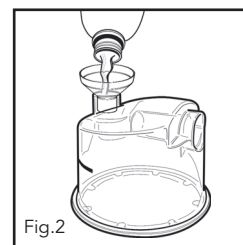

Fig.2
5. Remplir la chambre d'humidification jusqu'au trait noir avec de l'eau.(Fig. 2)